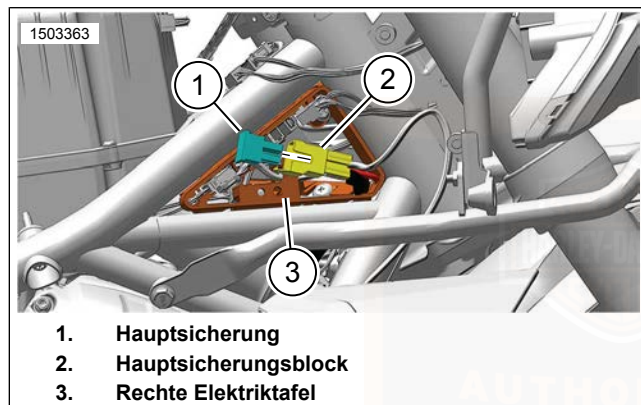

Abbildung 84. Hauptsicherung – Lage
3. Den Hauptsicherungsblock (2) von der rechten Elektriktafel (3) entfernen.
4. Siehe Abbildung 84. Die Hauptsicherung (1) ausbauen.
1. Siehe Abbildung 84. Die Hauptsicherung (1) einbauen.
2. Den Hauptsicherungsblock (2) in die rechte Elektriktafel (3) einbauen.